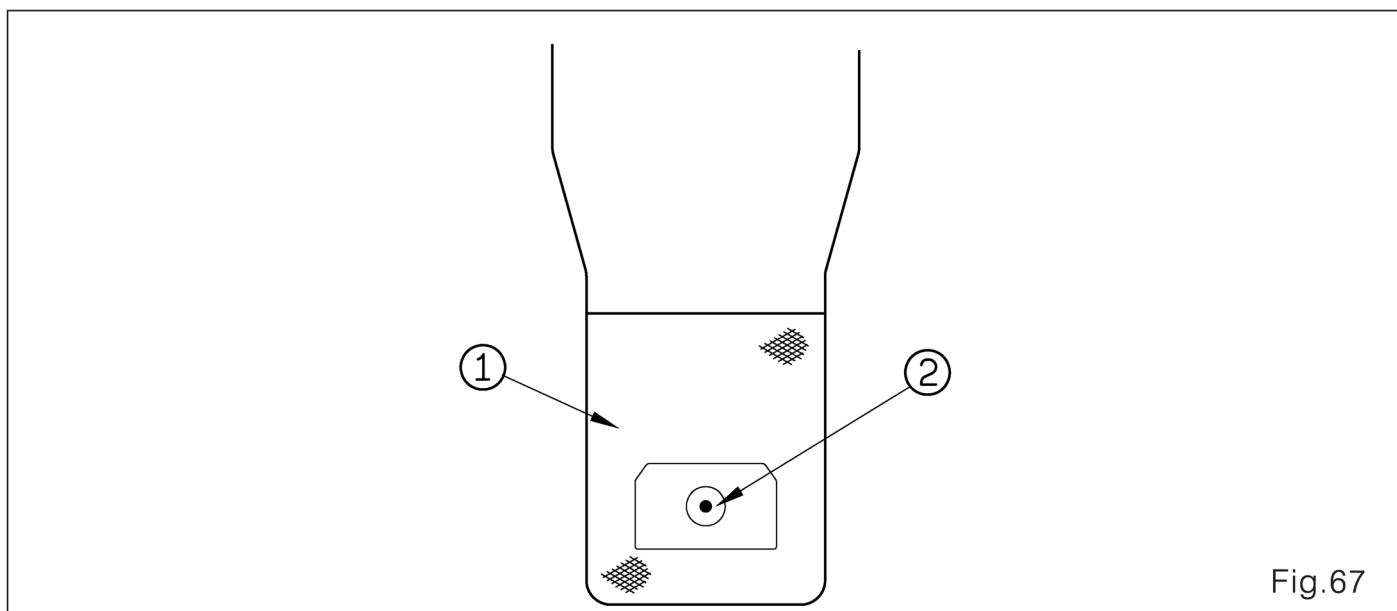

Fig.67
7. Ajuste a placa da base do calcador de tecido (Fig.67)